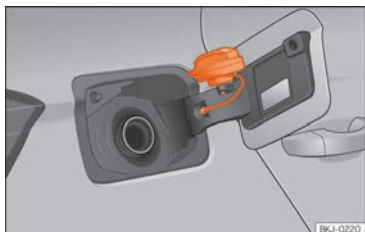

Abb. 273 Tankklappe mit aufgestecktem Tankverschluss.
- Platzieren Sie den Verschluss in der Ausparung, die sich im Scharnier der geöffneten Tankklappe befindet »» **Abb. 273**.